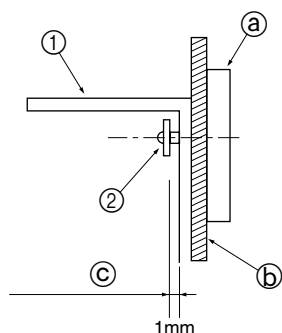

Fig. 3-4
- In primo luogo, montare la staffa sulla parete e serrare quindi le viti in modo che la staffa stessa possa muoversi verso l'alto e verso il basso. (Fig. 3-4)
- ① Staffa di protezione contro il ribaltamento
② Vite di mascheratura
③ Fascia ornamentale
④ Materiale di superficie della parete
⑤ Spazio di circa 1 mm